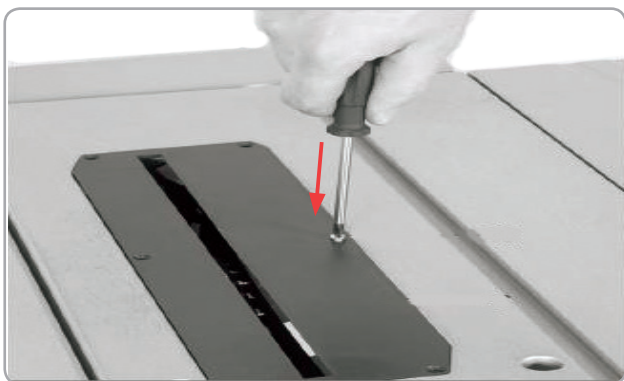

Fig.7
Pentru a evita probabilitatea mare de rănire, înlocuiți inserția de banc numai dacă este uzată sau deteriorată. Fig. 7
- Scoateți afară inserția de banc (Fig. 7)